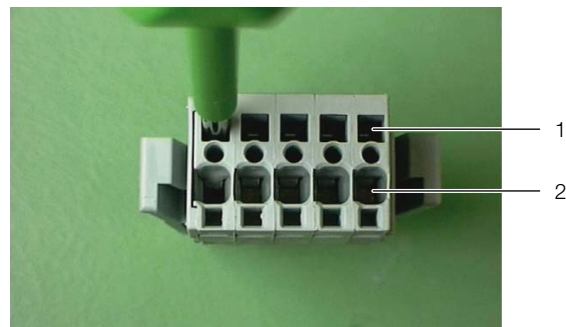

Abb. 78: Anschlussstecker – Rückseite
- Führen Sie einen geeigneten Schraubendreher (Klingengemaße 3,5 x 0,5 mm) in eine Betätigungsöffnung (Abb. 78, Pos. 1) ein und öffnen Sie die zugehörige Klemmstelle der Leitereinführung (Abb. 78, Pos. 2).